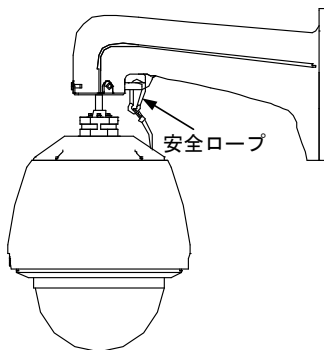

図 2-8 安全ロープの取り付け
- 1). 図 2-8 に示すように安全ロープをスピードドームから取付金具のフックに掛けます。